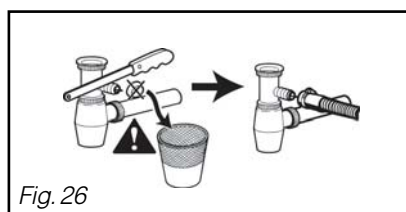

Fig. 26
- Sur un siphon d'évier (Fig. 26).
Lors d'un raccordement sur un siphon, vous devez retirer l'obturateur du siphon. Emmanchez ensuite l'embout caoutchouc à fond. Si nécessaire, ajoutez un collier de serrage (Fig. 26).